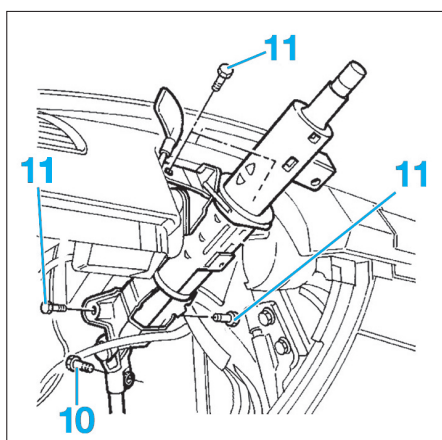

Fig. 7
- Dévisser la vis de bridage (10) du joint de cardan de la colonne de direction sur le boîtier.
- Déposer les fixations (11) de la colonne de direction (Fig.7).